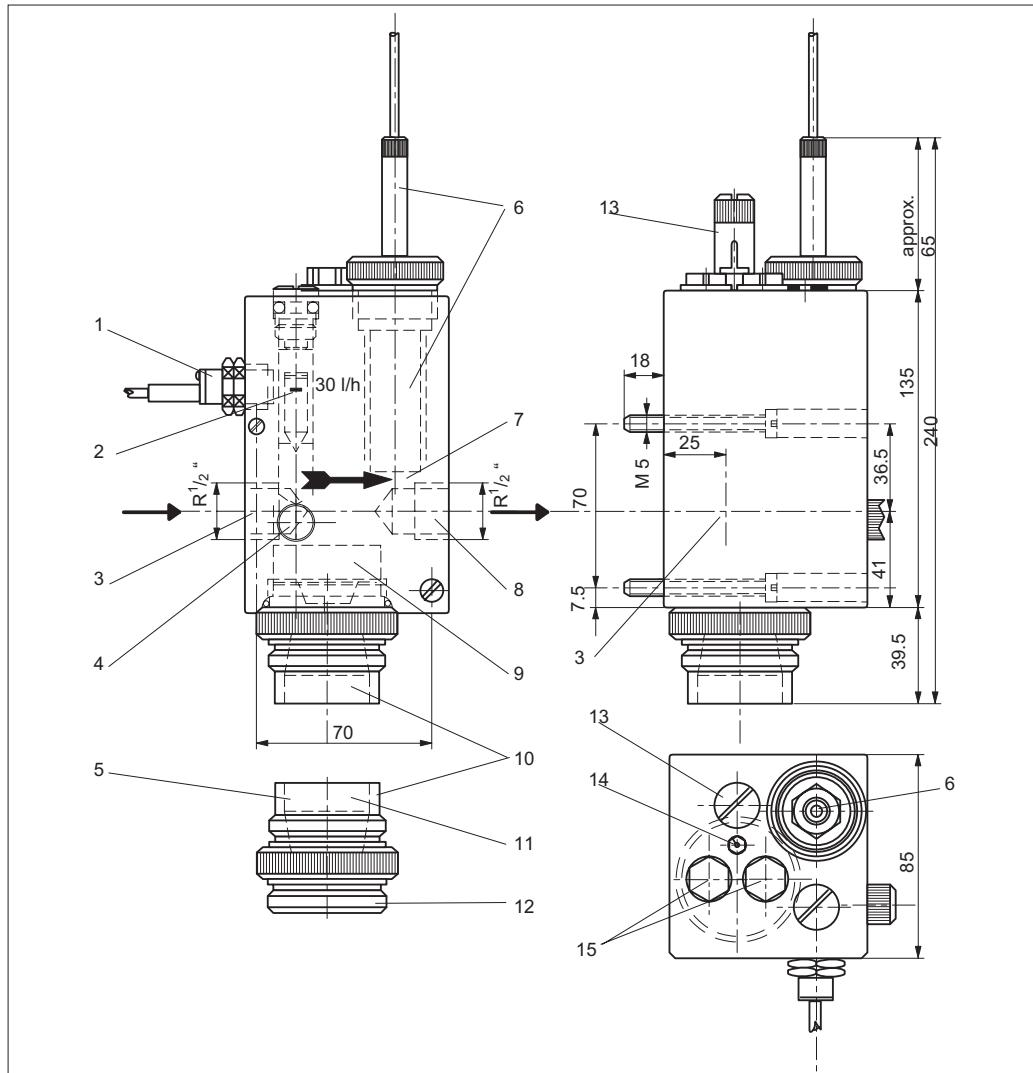

Рис. 2 CCA 250
Измерительная ячейка хлора CCS 140 или CCS 141 и диоксида хлора CCS 240 или 241 устанавливается в верхней измерительной камере. Требуемый минимальный расход 30 л/ч, поддерживается с помощью игольчатого клапана (4) см. рис.2. Верхний край поплавка должен находиться ниже красной полосы на прозрачном корпусе.
Подключение измерительной ячейки хлора CCS 140 или CCS 141 (см. рис. 2):